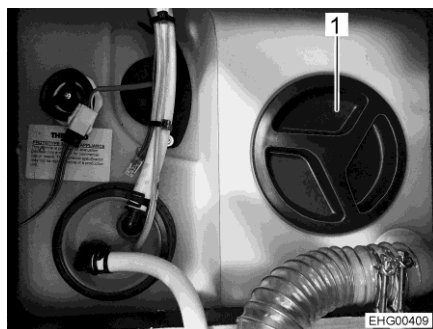

Bild 153 Wassertank, indus-Anlage
- Verschlussdeckel (Bild 153,1) des Wassertanks abnehmen.